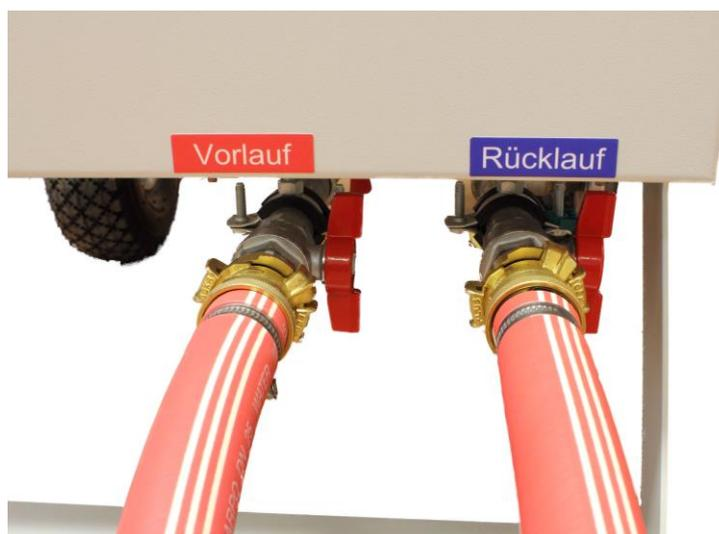

Abb. 8): Verbindungsschläuche DN25 am Heizungsvor- und -rücklauf der mobilen Elektroheizzentrale - Armaturen sind geschlossen -
- Schließen Sie die Armaturen der mobilen Elektroheizzentrale für den Heizungsvorlauf und für den Heizungsrücklauf durch Drehen der Drehknäufe im Uhrzeigersinn (rechts herum, siehe Abb. 8),